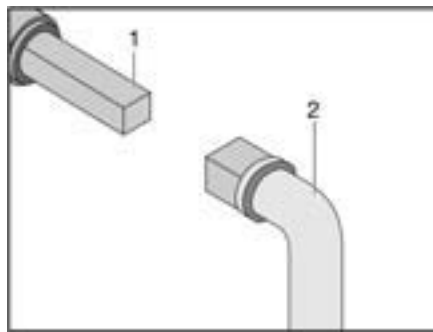

Bild 216 Bedienung Abwasserhahn
- Schlüssel (Bild 216,2) auf Vierkant (Bild 216,1) stecken.